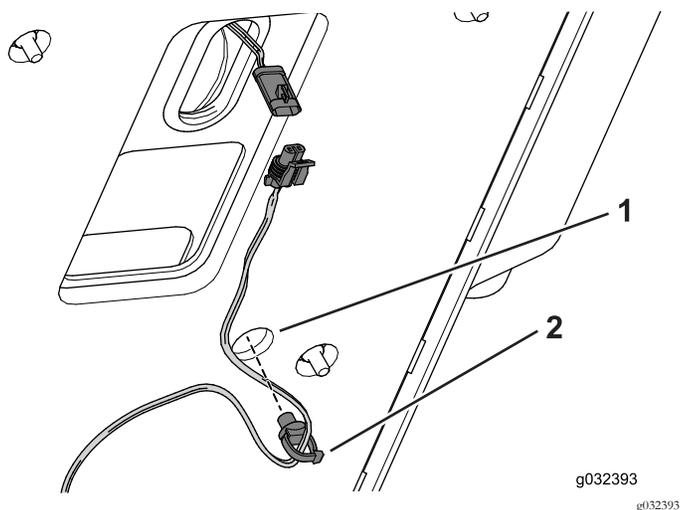

Рисунок 4
- Установите зажим провода с обратной стороны пластины сиденья Рисунок 4.
- Подсоедините переключатель сиденья к жгуту проводов (Рисунок 4).